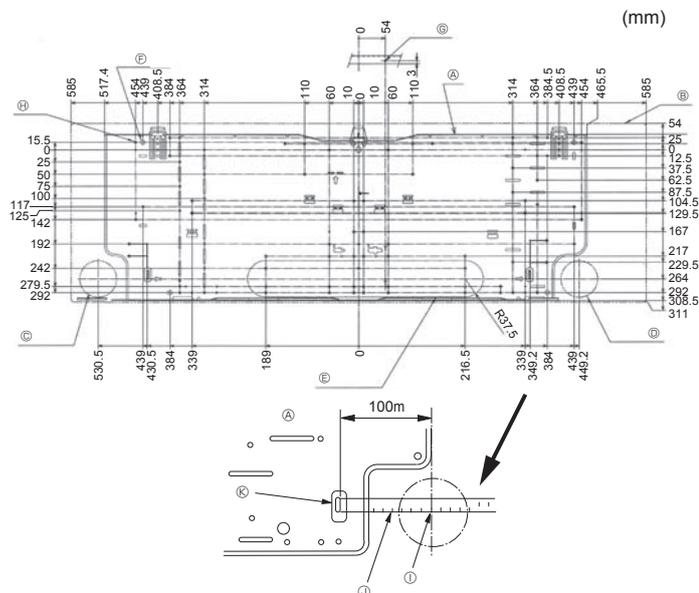

Fig. 3-2
①	Monteringsplade	1	Fastgør på enhedens bagside
②	Pladeskruer 4 × 25	7
③	Filtbånd	2
④	L-formet forbindelsesrør	1
⑤	Påfyldningsmøtrik	1
⑥	Trådløs fjernbetjening	1
⑦	Remocon-holder	1
⑧	Alkaline-batterier (størrelse AAA)	2
⑨	Pladeskruer 3.5 × 16	2
⑩	Afstandsstykke	1	Brug indpakningsmateriale
3.2. Installering af vægbeslaget (Fig. 3-2)